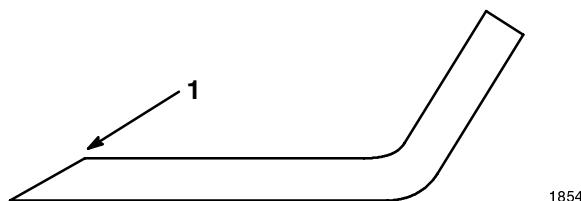

Abbildung 37
1. Die Schneidkante an beiden Enden des Schnittmessers mit einer Feile schärfen (Abb. 37). Den ursprünglichen Winkel beibehalten. Das Schnittmesser behält seine Auswuchtung bei, wenn von beiden Schneidkanten die gleiche Materialmenge entfernt wird.